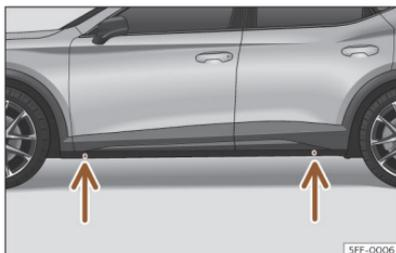

Fig. 227 Puntos de apoyo del gato.
- Busque en el larguero la marca del punto de apoyo del gato (zona hundida) más cercano a la rueda a cambiar >>> fig. 227.